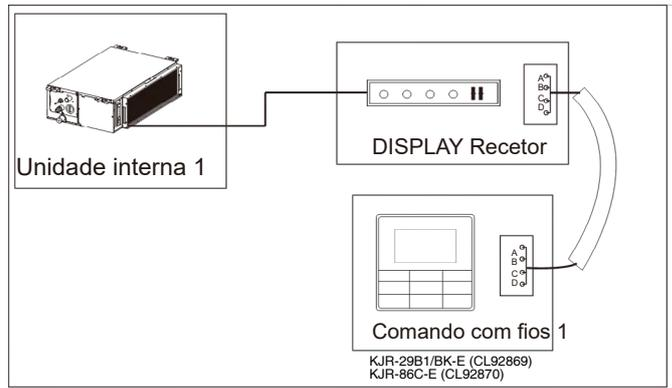

Figura 7.9
- Use 1 comando com fios para controlar 1 unidade interna (ver Figura 7.9).